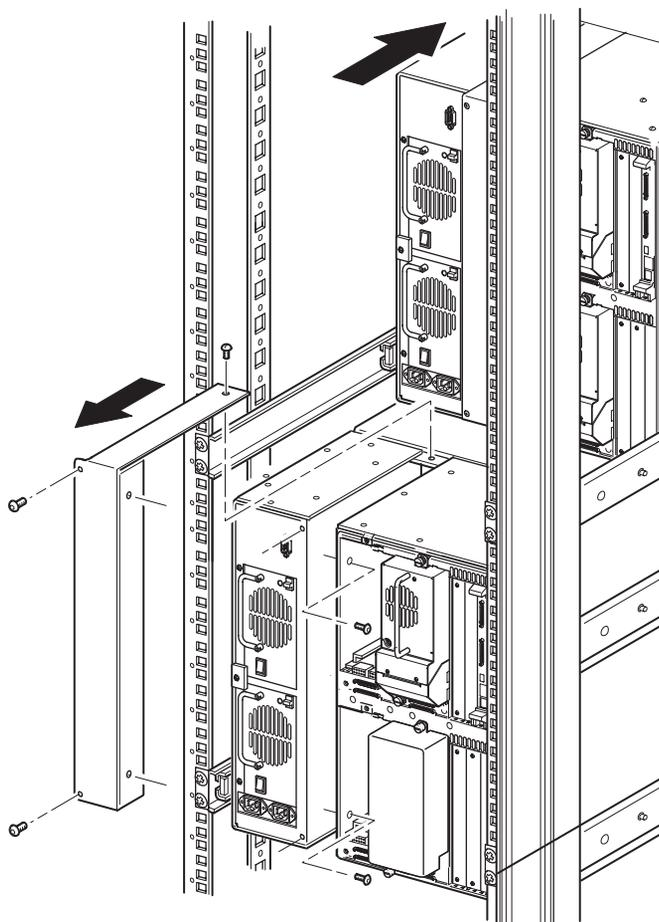

Figure 2-12 : Retrait d'un cache de PTM (MSL5052/MSL5060)
- c. À l'aide d'un tournevis cruciforme n° 2, retirez les vis qui assurent la fixation du cache de PTM au dos du châssis de chaque librairie (voir la Figure 2-12).